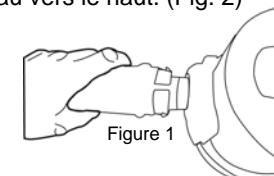

Figure 1
- Insérez le boyau souple dans l'entrée d'air. Poussez-le jusqu'à ce que vous entendiez un « clic » vous indiquant qu'il est verrouillé en position. (Fig. 1)